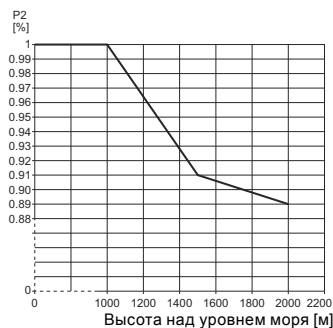

Рис. 7 Зависимость P2 от температуры и высоты над уровнем моря
- Установку, смонтированную на высоте выше 1000 м над уровнем моря, нельзя использовать с полной нагрузкой, так как ухудшается охлаждающая способность воздуха из-за его низкой плотности (см. рис. 7).